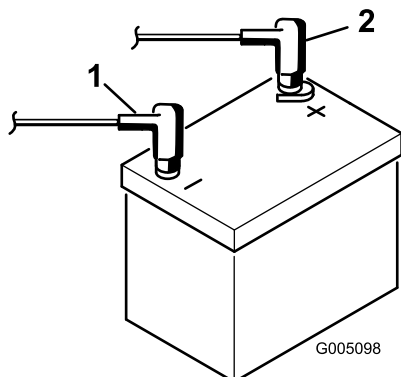

Figure 7
7. Raccordez d'abord le câble positif (rouge) de la batterie à la borne positive (+) et le câble négatif (noir) à la borne négative (-) et fixez-les en place avec les vis et les écrous (Figure 7). Placez le capuchon protecteur sur la borne positive pour éviter les courts-circuits.